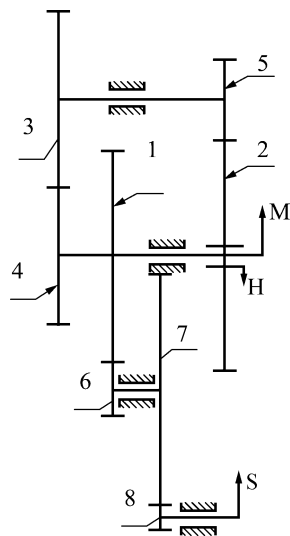

图 31
18. 如图 31 所示为一钟表机构，运动由轮 3 输入，分别输入至秒针 S、分针 M、时针 H。已知各轮齿数 $z_4 = 15$ ， $z_5 = 12$ ， $z_6 = 8$ ， $z_7 = 60$ ， $z_8 = 8$ ，且 2、3、4、5 各轮模数相同，求 1、2、3 三轮的齿数（提示：要求指针保持秒、分、时的关系）。